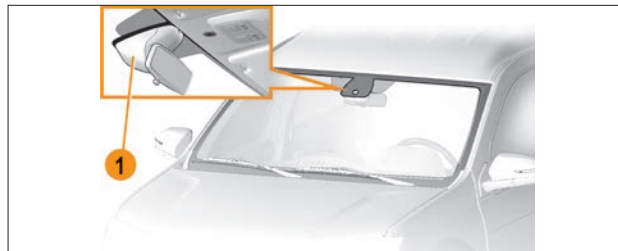

Рис. 3.9.5. Датчик освещенности
*В варианном исполнении* автомобиль оснащается датчиком освещенности. Датчик освещенности совмещен с датчиком дождя и расположен в едином блоке 1 (рис. 3.9.5) на ветровом стекле за зеркалом заднего вида. Система автоматического управления включением/выключением фар ближнего света и габаритных огней включает кольцо управления наружным освещением (положение «АВТО») и работает только при включенном зажигании от датчика освещенности.
**В варианте исполнения** автомобиль оснащается датчиком дождя. Датчик дождя совмещен с датчиком освещенности и расположен на ветровом стекле за зеркалом заднего вида (см. рис. 3.9.5).